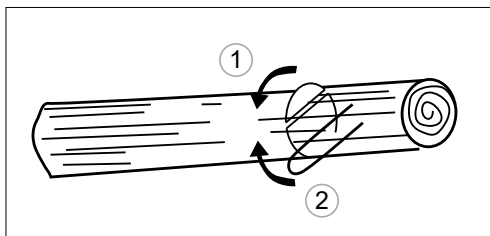

Рис. 22
3. В случай, че стволът е на опори от два края, първо отрежете отгоре 1/3 от диаметъра на ствола, за да избегнете разцепване. След това завършете рязането отдолу, така че да съвпада с първия разрез, като избягвате заклиняване на шината (рис. 22).